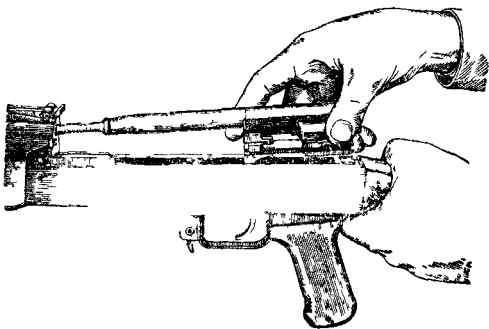

Рис. 9. Отделение затворной рамы с затвором
7) **Отделить затворную раму с затвором.** Продолжая удерживать автомат (пулемет) левой рукой, правой отвести затворную раму назад до отказа, приподнять ее вместе с затвором (рис. 9) и отделить от ствольной коробки.